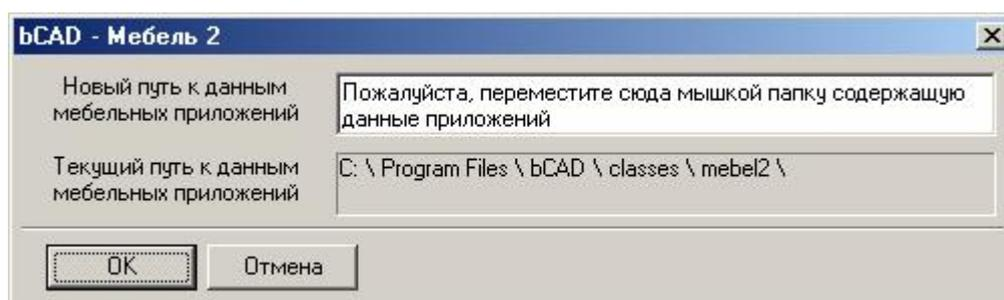

Рис. 80 Диалоговое окно приложения *Папка библиотеки*
3. Запустить приложение *Папка библиотеки*, что приводит к отображению диалогового окна, показанного на рис. 80.